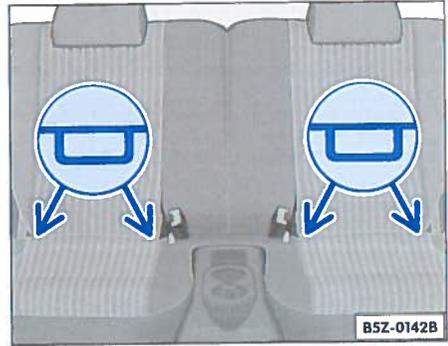

Abb. 24 Halteösen für die ISOFIX-Kindersitze am Sitzrahmen der Rücksitzbank
– Stecken Sie den Kindersitz auf die „ISOFIX“-Halteösen ⇒ Abb. 24, bis der Kindersitz sicher und hörbar einrastet.